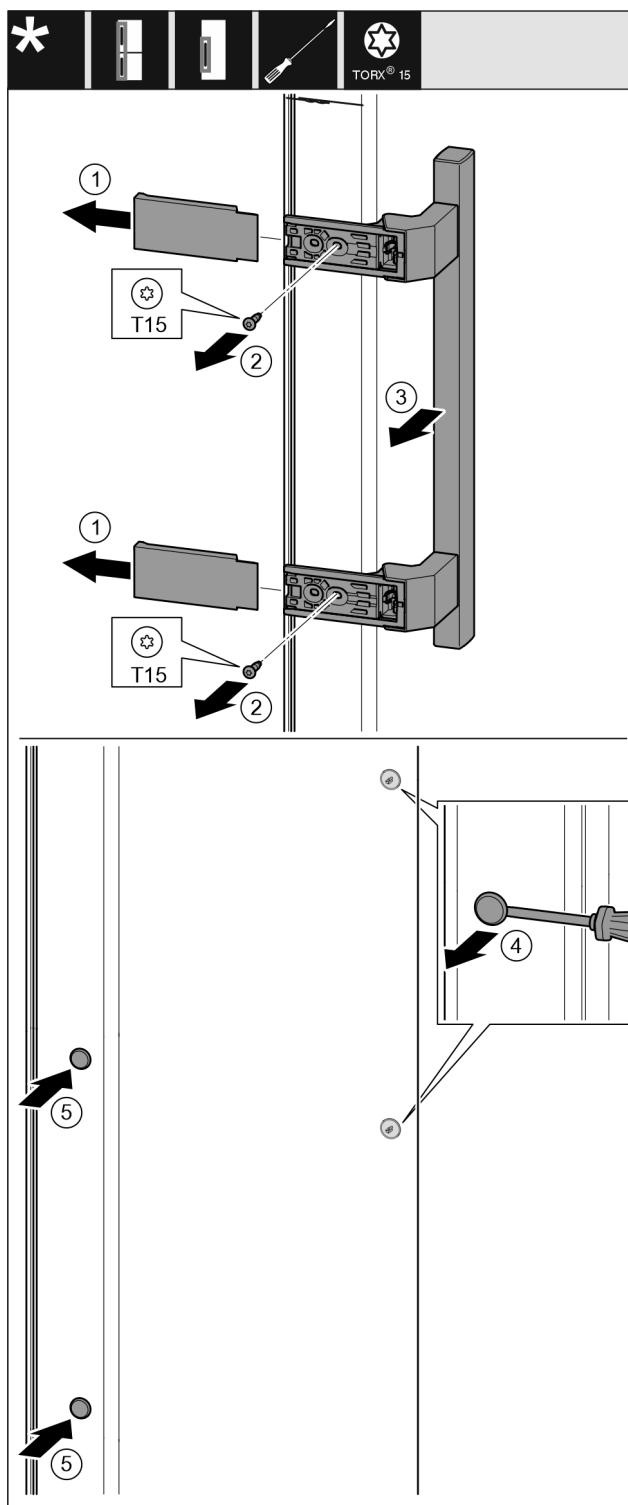

Fig. 18
- Stiahnite kryt. Fig. 18 (1)
- Skrutkovačom Torx 15 vyskrutkujte skrutky. Fig. 18 (2)
- Odoberte držadlo. Fig. 18 (3)
- Plochým skrutkovačom opatrne nadvihnite a vyberte bočnú zátku. Fig. 18 (4)
- Zátku opäť nasadťte na druhú stranu. Fig. 18 (5)